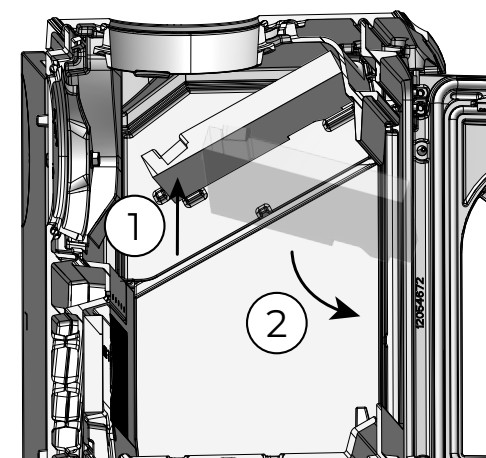

Fig. 7.5
3	Soulever le déflecteur inférieur (B) par l'arrière pour le décrocher de ses supports et l'incliner vers l'avant pour pouvoir le retirer (Fig. 7.5)